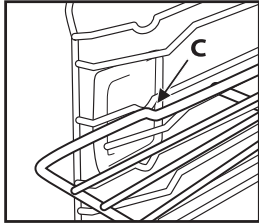

Fig. 3
3. Sett risten vannrett igjen og skyv den helt inn på plass "C" (fig. 3).